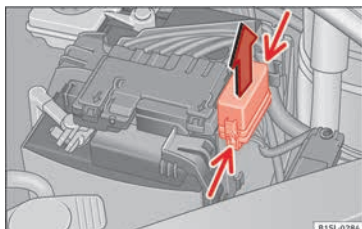

Fig. 83 Dans le compartiment moteur : cache du boîtier de fusibles.
- Appuyez sur les languettes de verrouillage dans le sens indiqué par la flèche (flèches fines) pour déverrouiller le cache de la boîte à fusibles » **fig. 83**.